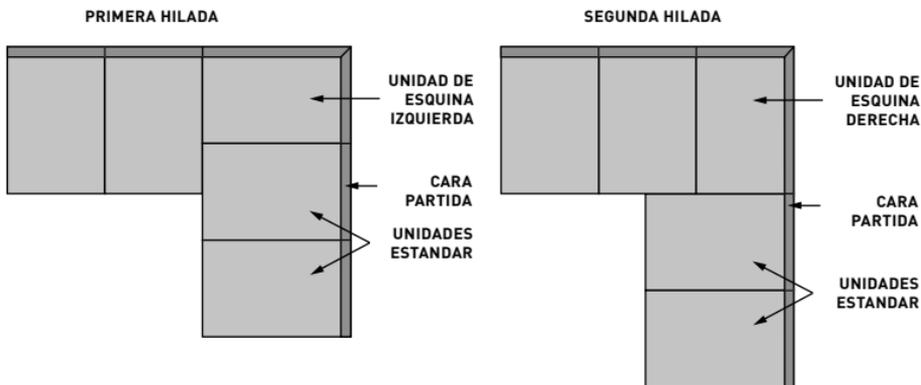

Figura 41. Instalación típica de una esquina exterior.
*Instalación:* Las unidades se colocan en una hilera que lleva a la esquina. La unidad de esquina se coloca de tal manera que las dos caras partidas (en caso de que el sistema las tenga) queden expuestas en la construcción final. A continuación, se colocan unidades estándar en la misma hilera del muro adyacente (Figura 41). En la hilera siguiente, se coloca una unidad de esquina de la dirección opuesta para trabar la esquina. Es necesario colocar más unidades estándar para completar la hilera de ambos muros. El procedimiento se repite tantas veces como sea necesario.